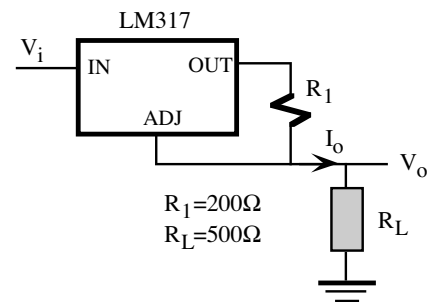

Figura P11.8
- P11.8** Demostrar que el regulador de tensión de la figura P11.8 se está comportando como una fuente de intensidad de valor I_o .